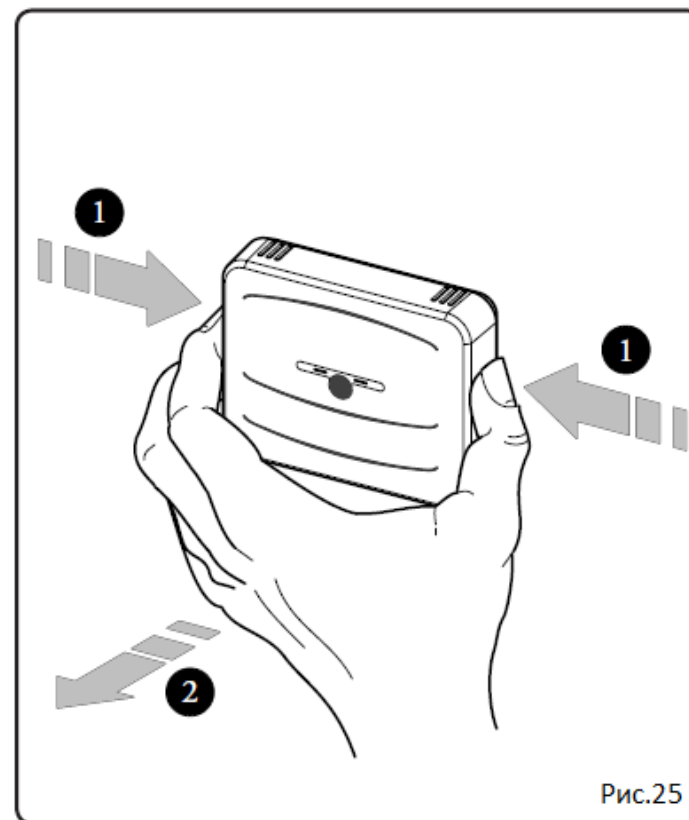

Рис.25
- Отделите основание от крышки базы CRONO 7, нажимая с усилием сбоку на крышку (Рис. 25).